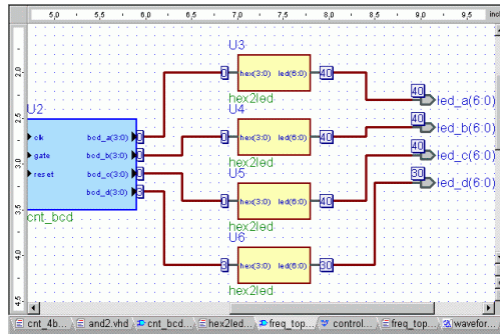

Рисунок 2.30 – Візуалізація зміни значень сигналів
2.2.5.3 Двічі клацніть на кнопці  **Run For** і спостерігайте як змінюються значення всіх сигналів на логічній схемі частотоміра (рис.2.30). Для перемикання відображення значень в редакторі BDE можна використовувати команду **Probes** → **Probes Visible** меню **Diagram**.